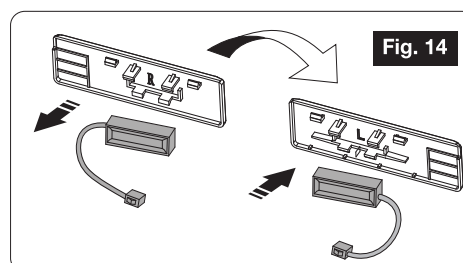

**Fig. 12**
**12. Fig. 12** Připojte konektor propojovacího elektrického kabelu podle instrukcí v bodě 3 a na horní závěs instalujte příslušný (pravý) kryt horního závěsu dveří, který naleznete mezi příslušenstvím.